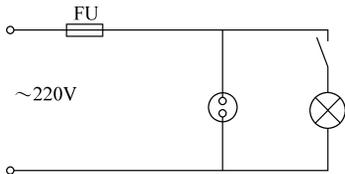

图 1-29
1. 识读插座和一个开关控制一盏白炽灯电路（见图 1-29）。